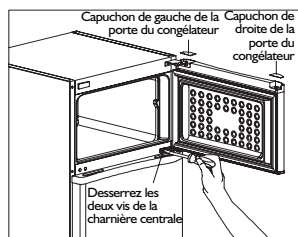

Fig. 1
1. Retirez les 2 bouchons du plan supérieur de la porte du congélateur. Retirez les deux vis de la charnière centrale (Fig. 1).